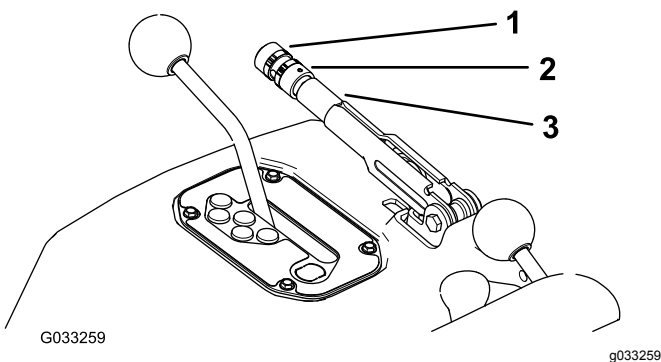

Figure 78
2. Desserrez la vis de fixation du pommeau sur le levier du frein de stationnement (Figure 78).
3. Tournez le bouton (Figure 78) jusqu'à ce qu'une force de 20 à 22 kg soit nécessaire pour actionner le levier.
4. Resserrez la vis de maintien pour terminer (Figure 78).